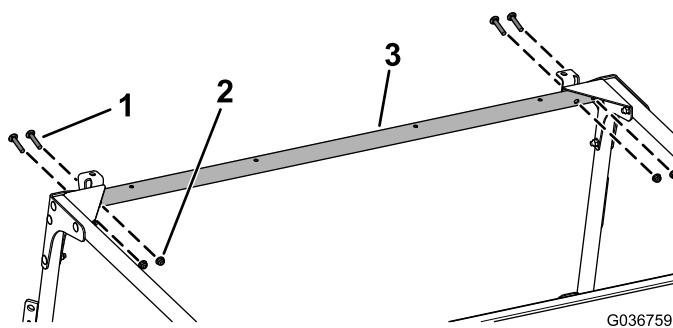

图11
10. 如图11 所示, 用 4 个托架螺栓 (5/16 x 1-3/4 英寸) 和 4 个凸缘螺母 (5/16 英寸) 将前交联松松地安装到前安装板和角撑板上。